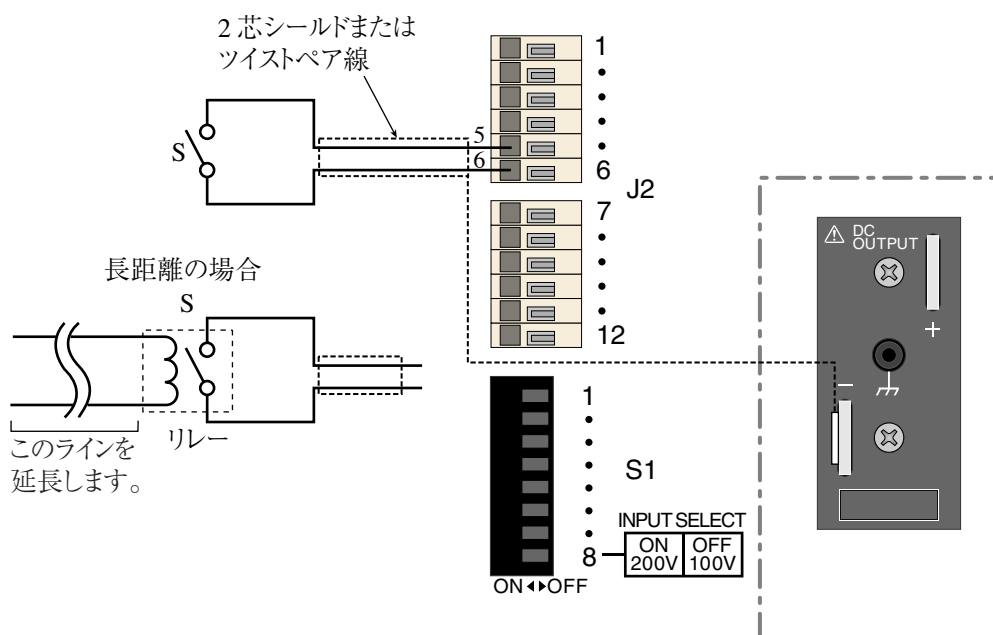

図 4-16 OUTPUT ON/OFF コントロールの接続
3. J2 端子台の 5 番と 6 番間に接点 S (スイッチ) を図 4-16 のように接続します。